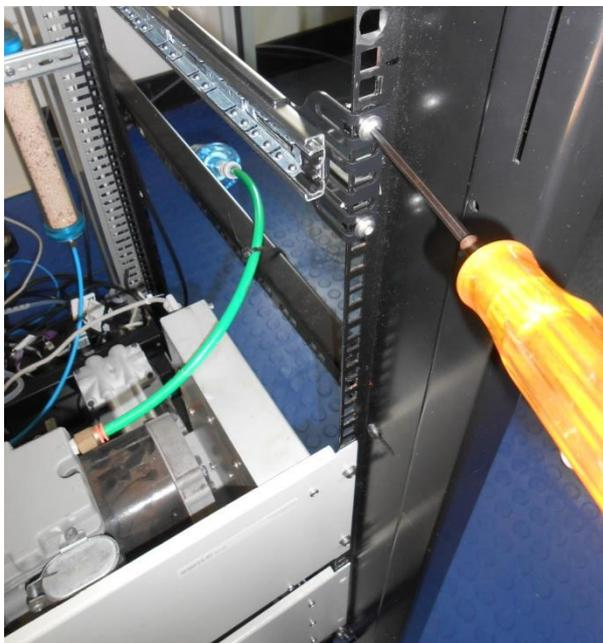

Figure 75 – Fixation des glissières à l'avant du rack
7. Fixer solidement les deux glissières externes assemblées sur les côtés gauche et droit du rack à l'aide d'écrous, de rondelles et d'écrous cages/bloquants M6 (voir Figure 75).